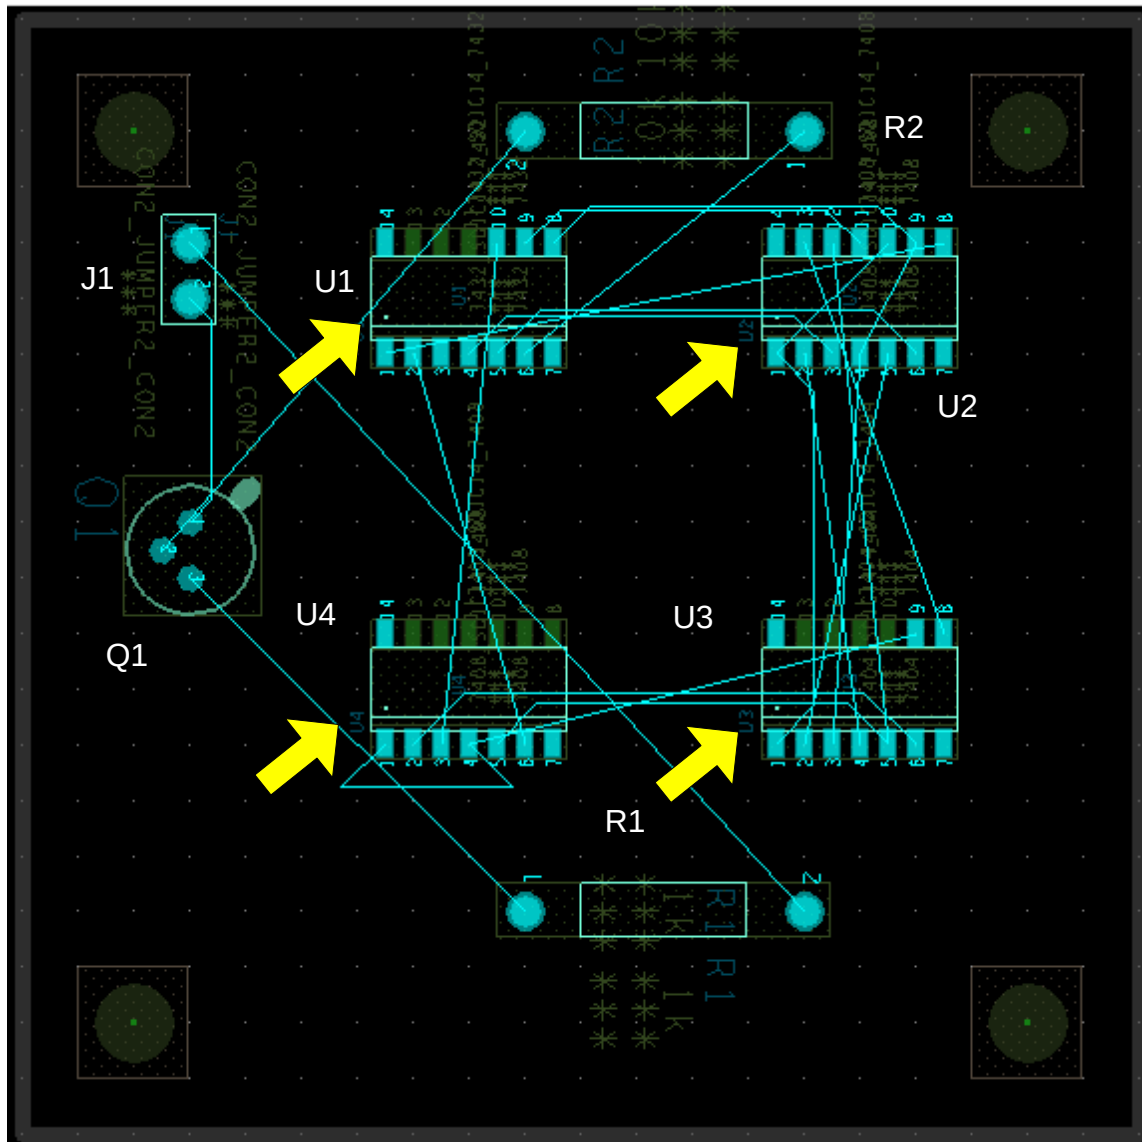

Рис. 21.23. Плата с размещенными компонентами
6. Повторите шаги 2 - 5, пока все компоненты, доступные в диалоговом окне Placement, не будут размещены в окне дизайна, как показано на рис. 21.23. Обратите ваше внимание на то, что показанное расположение компонентов на плате будет соответствовать итоговому виду разводки. Рекомендуем вам выполнить такое же расположение с учетом положения первых выводов, обозначенное точками на корпусах и показанное стрелками на рис. 21.23.